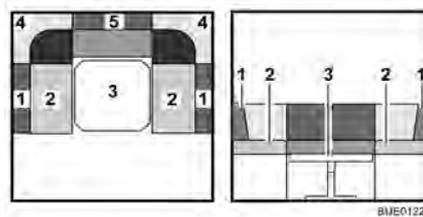

Fig. 84 Durante la transformación
- Quitar todos los cojines del respaldo (Fig. 84,1, 4 y 5) y ponerlos a un lado.